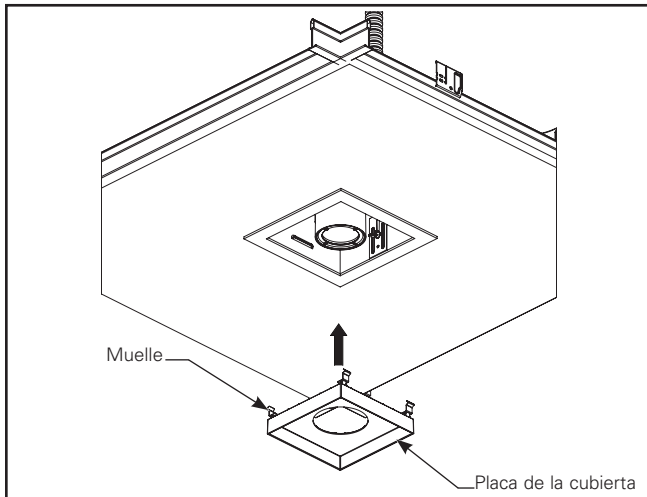

Figura 1.16.
7. Instale la placa de la cubierta (placa deflectora) en el alojamiento. Empuje la unidad de la placa hacia arriba a través de la moldura durante la instalación. Comprima el muelle hacia adentro para que la unidad de la placa pueda empujar hacia arriba en el alojamiento (Figura 1.16)